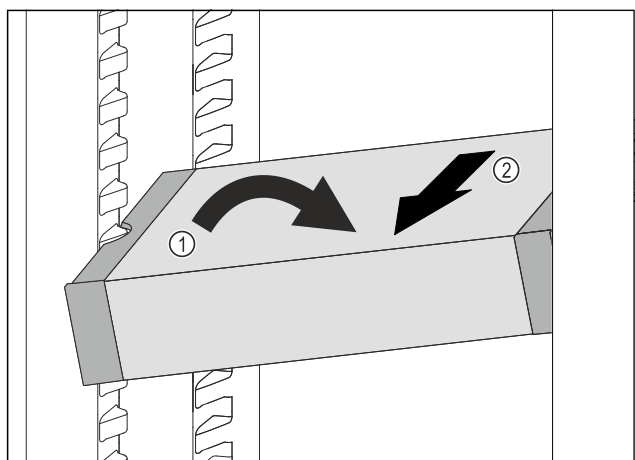

Fig. 104
▶ Coloque el VarioSafe en el compartimento del frigorífico en posición oblicua. Fig. 104 (1)
▶ Extraiga el VarioSafe hacia delante. Fig. 104 (2)